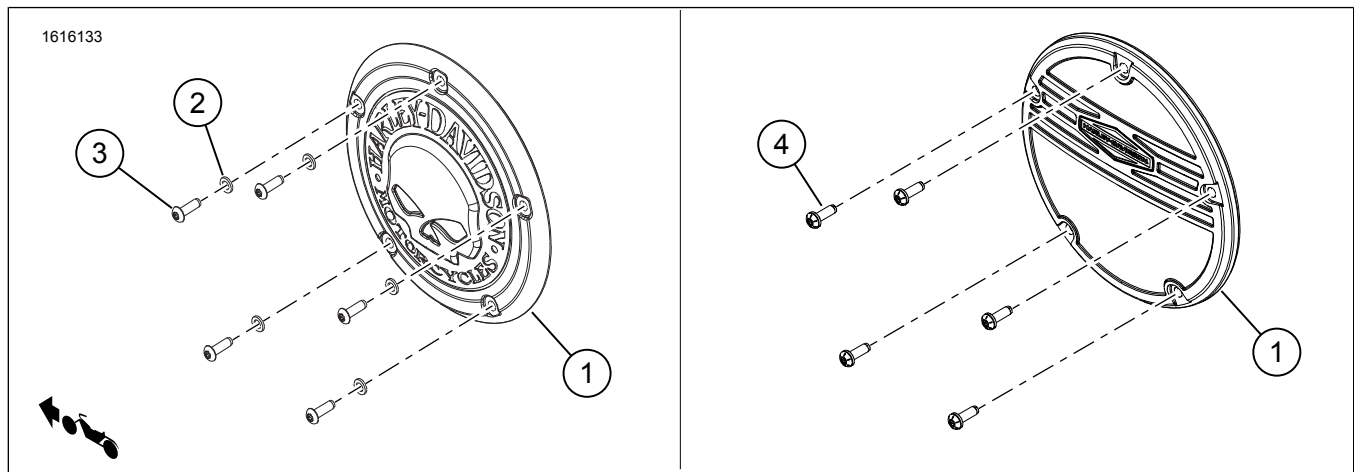
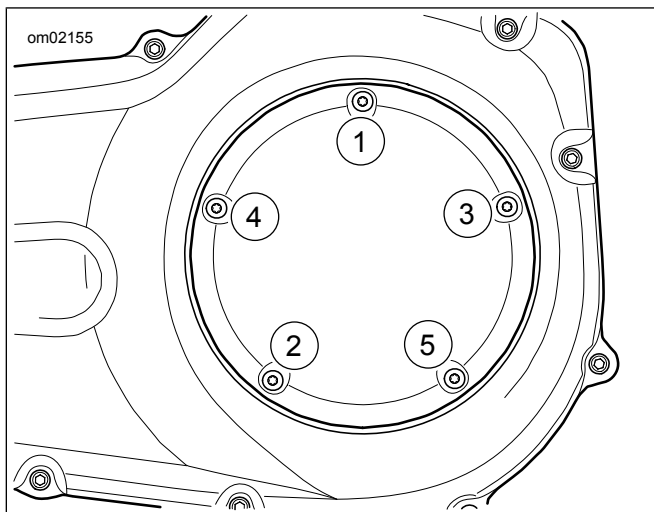

Abbildung 1. Inhalt des Satzes: Komponenten des Kupplungsinspektionsdeckels
Abbildung 2. Anzugsreihenfolge für Kupplungsdeckel
1. Siehe Abbildung 1. Den **neuen** Deckel (1) einbauen.
2. Die Unterlegscheiben (2) und Schrauben (3) anbringen.
3. Siehe Abbildung 2. Die Schrauben (3) über Kreuz anziehen.
1. Siehe Abbildung 1. Gewindegewinde auf die Schraubengewinde (4) auftragen.
2. Den **neuen** Deckel (1) einbauen.
3. Die Schrauben (4) anbringen.
4. Siehe Abbildung 2. Die Schrauben (4) über Kreuz anziehen.